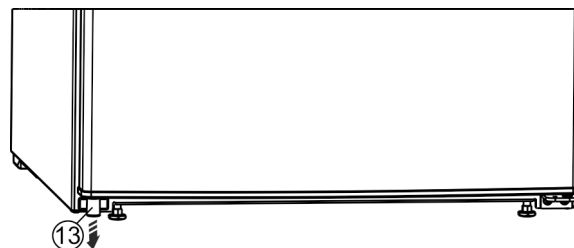

Fig. 14 *
- Z drzwi na dole po lewej stronie wyjąć element dystansowy Fig. 14 (13)*.